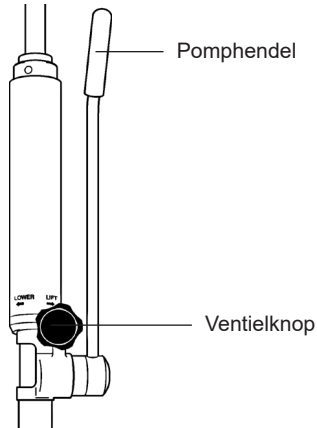

Fig. 10
- Sluit het ventiel van het hydraulische systeem (fig. 10) door de zwarte gekartelde knop op de eenheid volledig met de klok mee te draaien.
- Pomp de hendel (fig. 10) van het hydraulische systeem en controleer of de plunjer de tilarm omhoog beweegt.